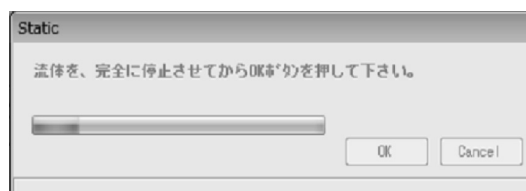

図119
- ④ チェック中は図119のようなプログレスバーが出現し、チェックの進行状況を確認することができます。